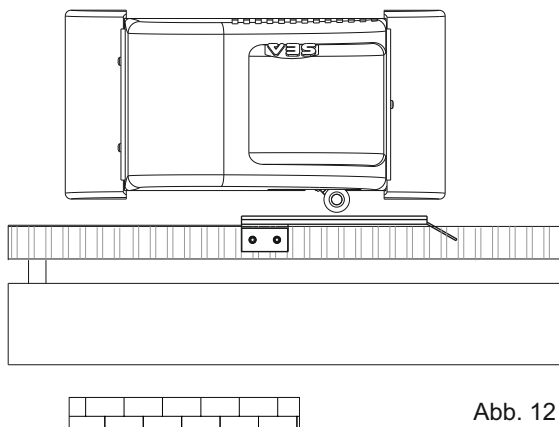
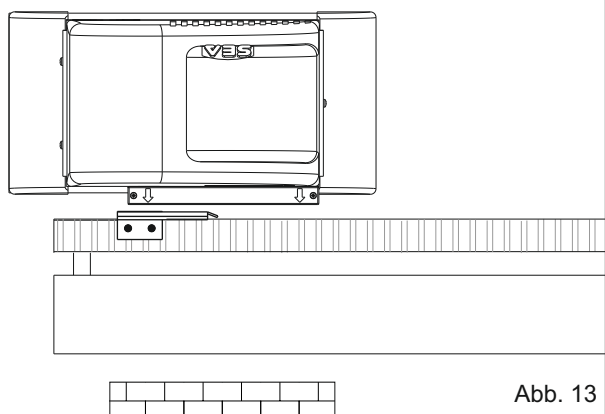
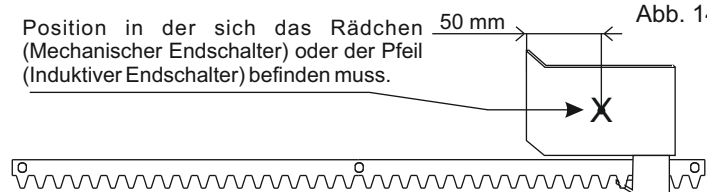
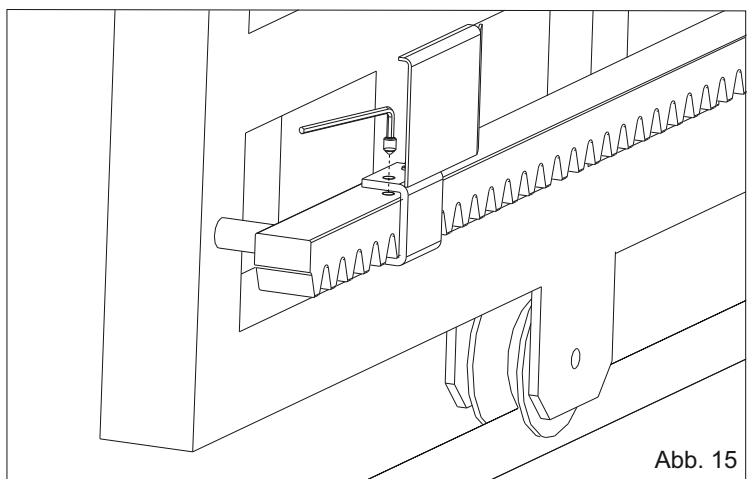

Abb. 12
Abb. 13
Abb. 14
Abb. 15
- Das Plättchen auf der Zahnstange so positionieren, dass der Endscharter (bei mechanischen Endschartern Metallplättchen (Abb. 12); Anzeigepfeil bei induktivem Endscharter (Abb. 13) auf der oberen Seite) dem Punkt X entspricht, der sich 50 mm von der geknickten Seite des Plättchens befindet (Abb. 14) und mit den mitgelieferten Schrauben befestigen (Abb. 15).
- Das Plättchen auf der Zahnstange so positionieren, dass der Endscharter dem Punkt X, der sich 50 mm von der geknickten Seite des Plättchen befindet entspricht (Abb. 14) und mit den mitgelieferten Schrauben befestigen (Abb. 15).